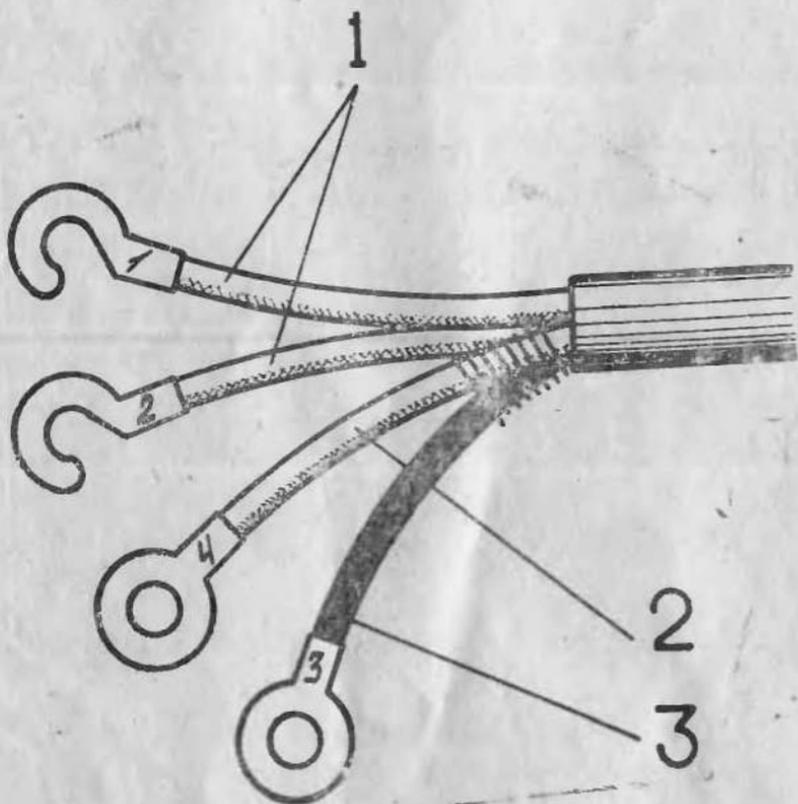

Рис. 3. Наконечники сетевого кабеля:
7.5.5. Выключите аппарат, поставив сетевой переключатель на лицевой панели аппарата в положение «выключено». Выключите рубильник на щитке питания. Отключите от защитного заземления сигнальный провод (см. рис. 3), оставив заземляющий провод подключенным к защитному заземлению. Поставьте переключатель выходов в положение биактивного выхода. Включите рубильник на щитке и сетевой пе-